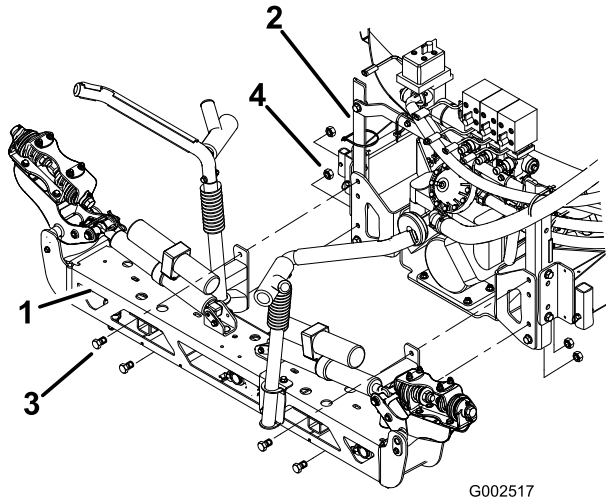

Bild 28
3. Befestigen Sie den mittleren Ausleger mit vier Schrauben ((1/2 x 1-1/4 Zoll)) und vier Sicherungsmuttern ((1/2 Zoll)) am Sprühsystem an den Rahmenbefestigungen des Auslegers, siehe Bild 28.